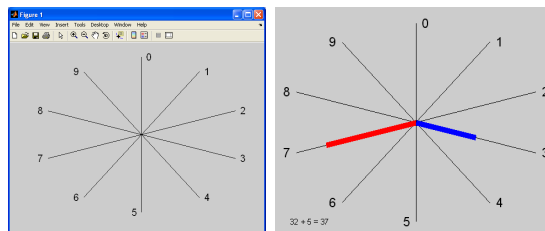

Abbildung 4: Leeres Zeigerdiagramm (links), Ergebnisbeispiel  $32 + 5 = 37$  (rechts).
- c) Programmieren Sie ein MATLAB Skript, welches die Summe zweier Zahlen grafisch durch ein Ziffernblatt dargestellt. Die beiden Zahlen sind dabei durch ein Input-GUI-Dialog (`inputdlg`) einzugeben. Die Summe der Zahlen ist dann durch zwei Zeiger in einem Kreisdiagramm (Abb. 4) mit den Ziffern 0 bis 9 (vgl. Ziffernblatt einer Uhr) darzustellen. Der kürzere erste Zeiger repräsentiert die Zehnerstelle und der zweite die Einerstelle. Die Zeiger sollen ausschließlich direkt auf die Zahlen zeigen. Die Zwischenbereiche sind nicht anzufahren. Zum Plotten des Kreisdiagramms (Abb. 4) ist die bereitgestellte MATLAB Funktion `plot_number_face` zu verwenden.